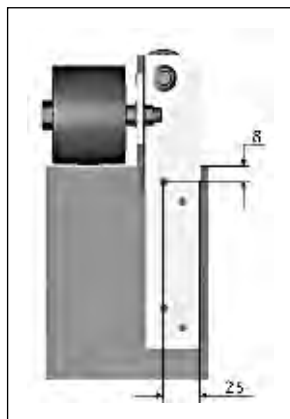

Рис.6.1 Установка направляющего ролика на правую шину.
- 6.1. Для предотвращения касания полотна роллеты верхних торцов направляющих шин необходимо закрепить направляющие ролики RGV/77. Крепление производится при помощи четырех самонарезающих винтов 3,5x9,5 (рис.6.1).